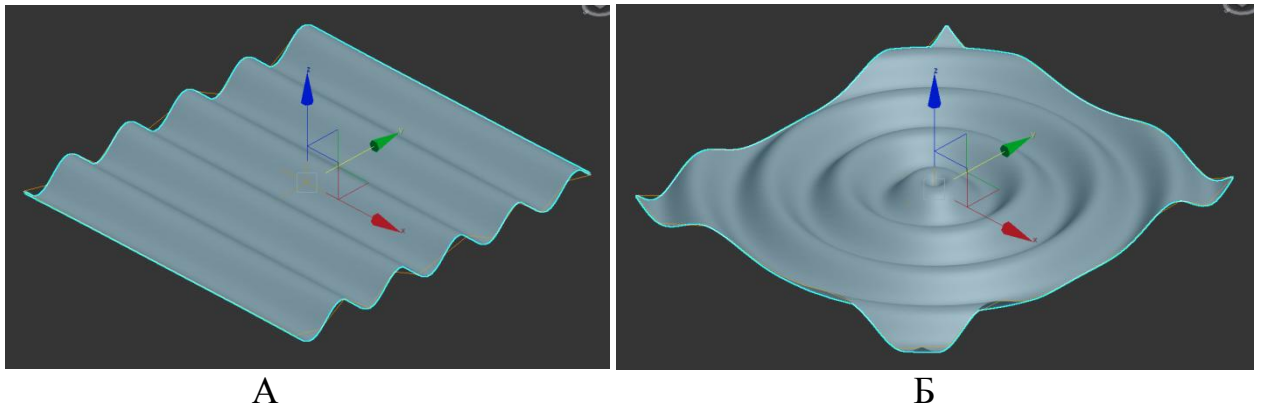

Рисунок 88 – Деформация объята с помощью модификаторов Волна и Рябь (Wave / Ripple)
- Модификаторы **Волна и Рябь (Wave / Ripple)** целесообразнее применять плоскости так как деформация тут происходит в двухмерном пространстве. Модификатор **Волна (Wave)** создает деформацию объекта по синусоидальной волне по одной из осей (рис. 88, А), а модификатор **Рябь (Ripple)** похож на модификатор **Волна** отличаясь тем, что в деформация в этом случае осуществляется радиально из центра деформации (рис. 88, Б)